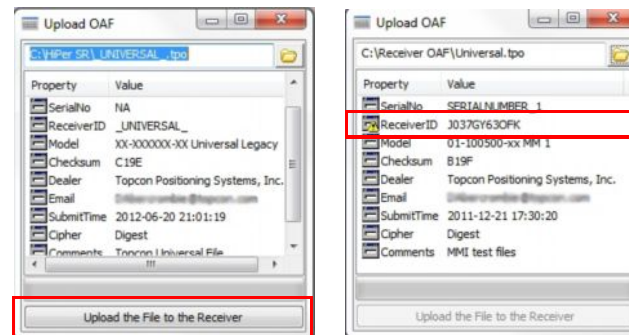
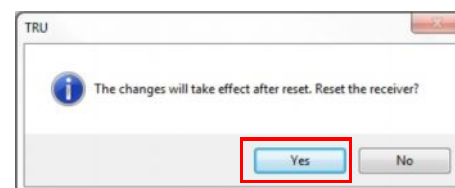

Рис. 12: Проверка совместимости OAF
Рис. 13: Перезагрузка приемника
5. Нажмите Загрузить файл на приемник (Рис. 12), чтобы начать загрузку файла. При загрузке файла OAF на приемник SRU предложит перезагрузить приемник для включения новых опций авторизации (Рис. 13).